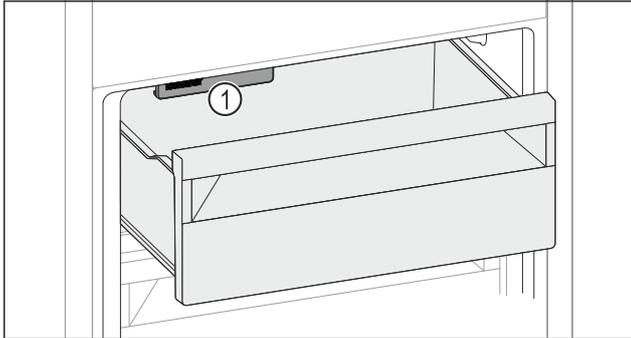

Fig. 69
- ▶ IceMaker Fig. 69 (1) berücksichtigen.